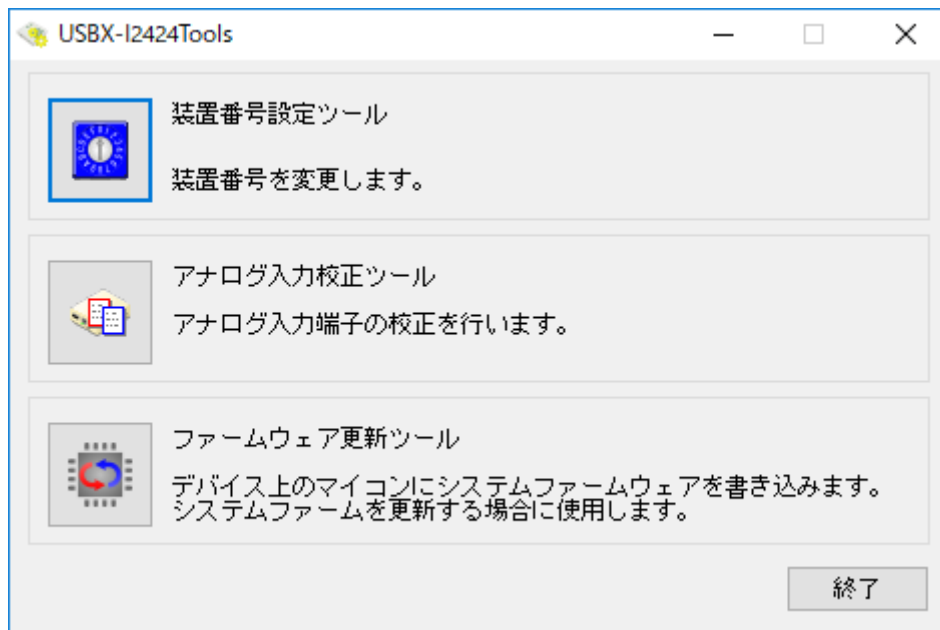
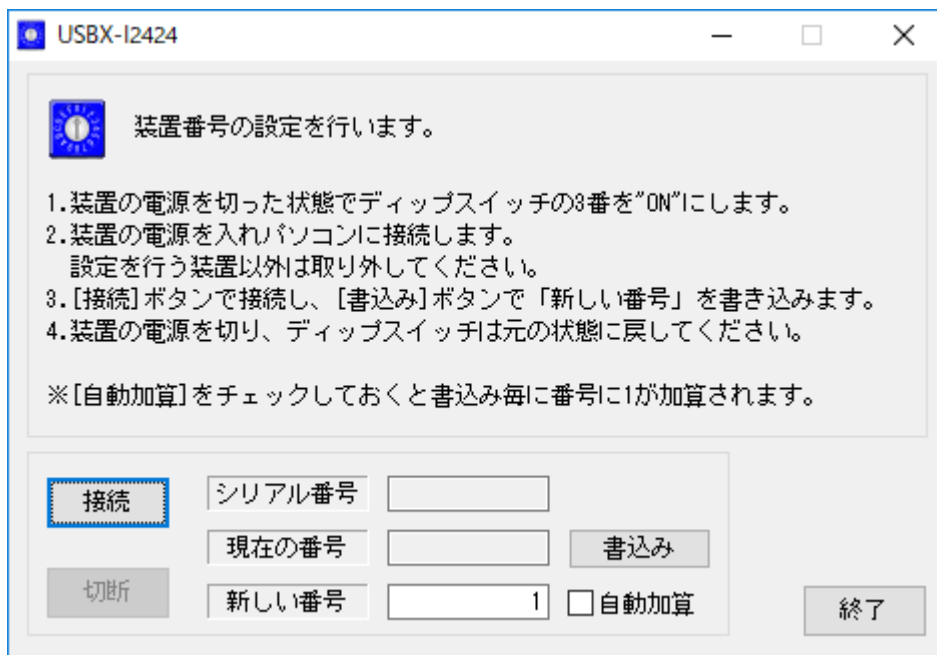

図 21 設定ツールのメニュー画面
図 22 番号設定ツールの画面
2. 設定ツールのメニュー画面(図 21)から[装置番号設定ツール]ボタンを押します。図 22 のような画面が表示されます。